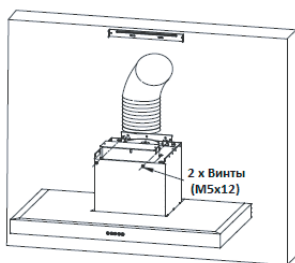

Рис. 6
4. Установите вентиляционную трубу на корпусе вытяжки, закрепите винтами (M5x15), чтобы предотвратить смещение вытяжки с кронштейна. (Рис. 6)